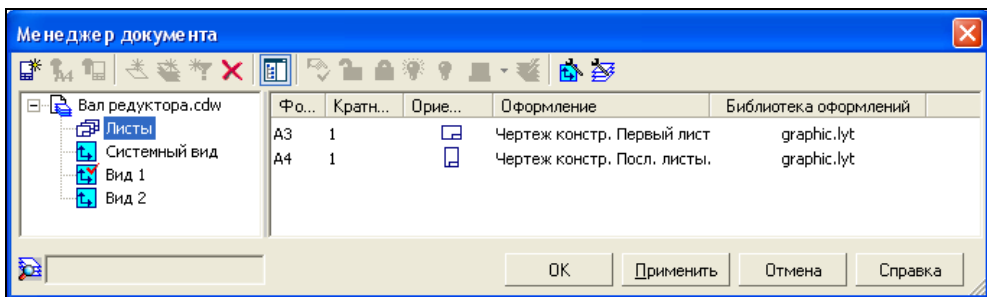

Рис. 13.5. Диалоговое окно Менеджер документа
На экране появится диалоговое окно **Менеджер документа**. На рис. 13.5 представлено диалоговое окно **Менеджер документа** для чертежа Вал редуктора.
- ◆ щелкните ЛК мыши по кнопке **Состояние видов**. Откроется диалоговое окно **Менеджер документа**, в котором в левой части отображено Дерево видов, а в правой — все созданные Виды, где текущим в данный момент является Системный вид с красным флажком (см. рис. 13.5). Обратите внимание на значки свойств в столбцах: **Статус** — открытый замок, **Видимость** — зажженная лампочка, **Цвет** — все назначенные цвета ваших Видов;
Откройте диалоговое окно **Менеджер документа** (рис. 13.5), нажав кнопку **Слой** на панели инструментов **Текущее состояние**. В окне первоначально имеется только системный Слой, и на панели инструментов активна кнопка **Создать слой**: